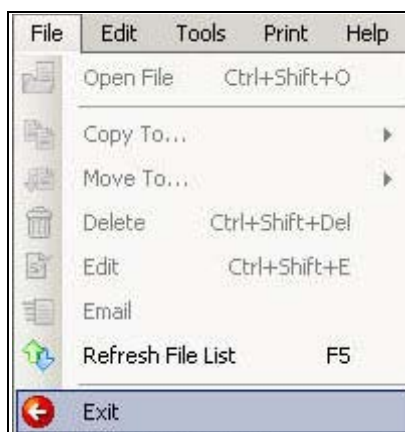

Abbildung 2-25 Auswahl verlassen (Beispiel)
2. Wählen Sie im Dropdown-Menü **Verlassen** (Abbildung 2-25).